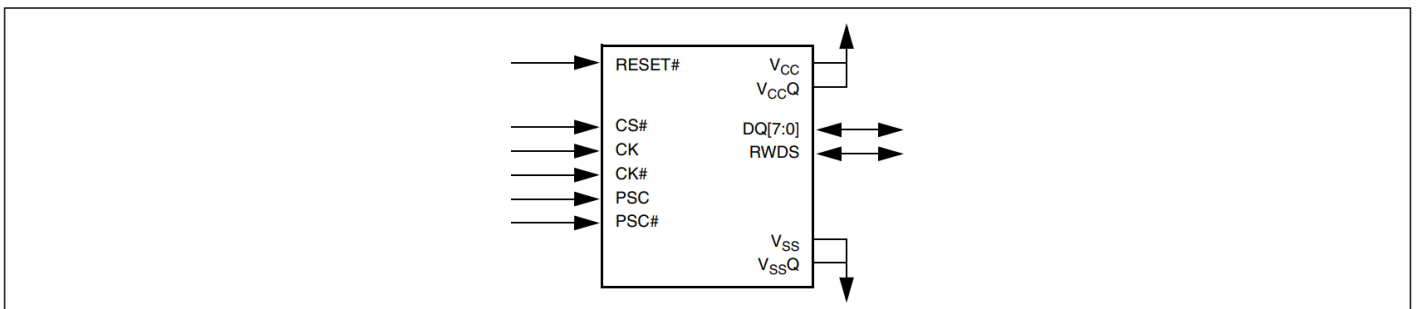

图 38 带有 DCARS 信号的 xSPI 产品图
64. 该图显示了图 38 的数据传输部分的近视图，以便更清楚地显示数据有效期受时钟抖动和时钟输出延迟不确定性的影响。